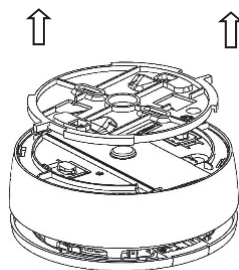

Figura 5
2. Rimuovere la staffa di fissaggio in plastica dal rivelatore (vedi Figura 5).
1. Rimuovere la staffa plastica di montaggio dal rivelatore (*vedi Figura 5*).